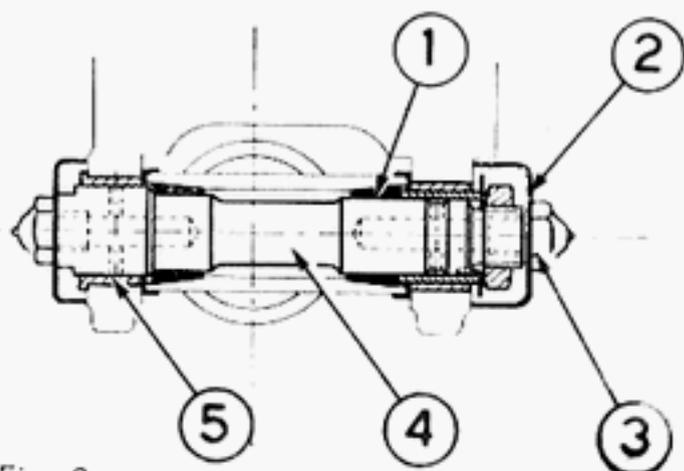

Fig. 9
Il collegamento del motore al telaio è ottenuto nel modo seguente: trasversalmente al telaio, vedi fig. 9, è saldato un tubo con estremità coniche che fa sede a due coni di bloccaggio (1) del perno centrale di rotazione del motore (4). Sulle estremità di questo perno è montato il gruppo motore la cui oscillazione è assicurata da due bussole in bronzo (5) piantate nei fori delle appendici del carter motore stesso.